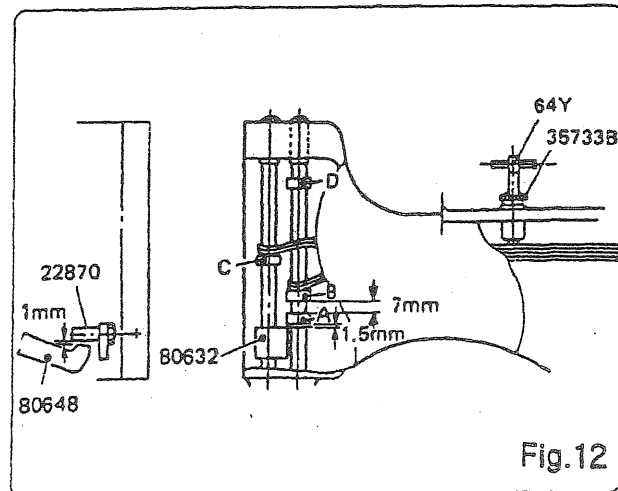

Fig.12
1. Adjust and set the presser bar holder (80632) so that the clearance between the presser lifter lever (80648) and the presser lifter pin (22870) is 1 mm, as shown in Fig. 12.
1. 押工棒ゲビン (22870) のスキマが、Fig.12で示す通り、1mmになる様に、押工棒ダキ (80632) をセットする。